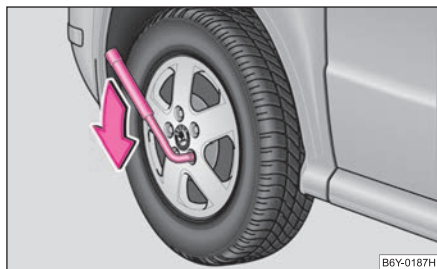

Fig. 158 Changement de roue: Desserer les boulons de roue
- Saisissez l'extrémité de la clé et faites décrire au boulon **un** tour environ vers la gauche ⇒ fig. 158.